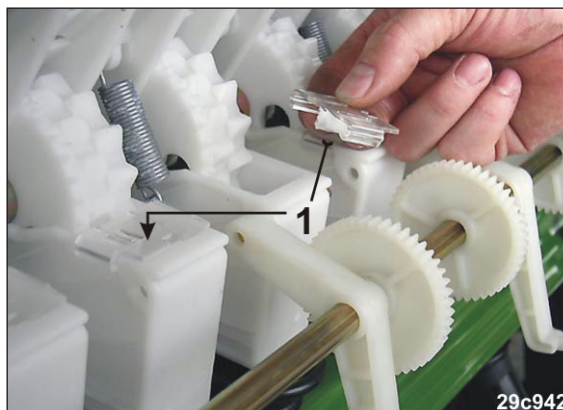

Рис. 224
2. Отметьте новые высеваящие катушки технологической колеи, для этого наденьте щетки высеваящих катушек для мелких семян (Рис. 224/1) на новые высевные коробки технологической колеи.